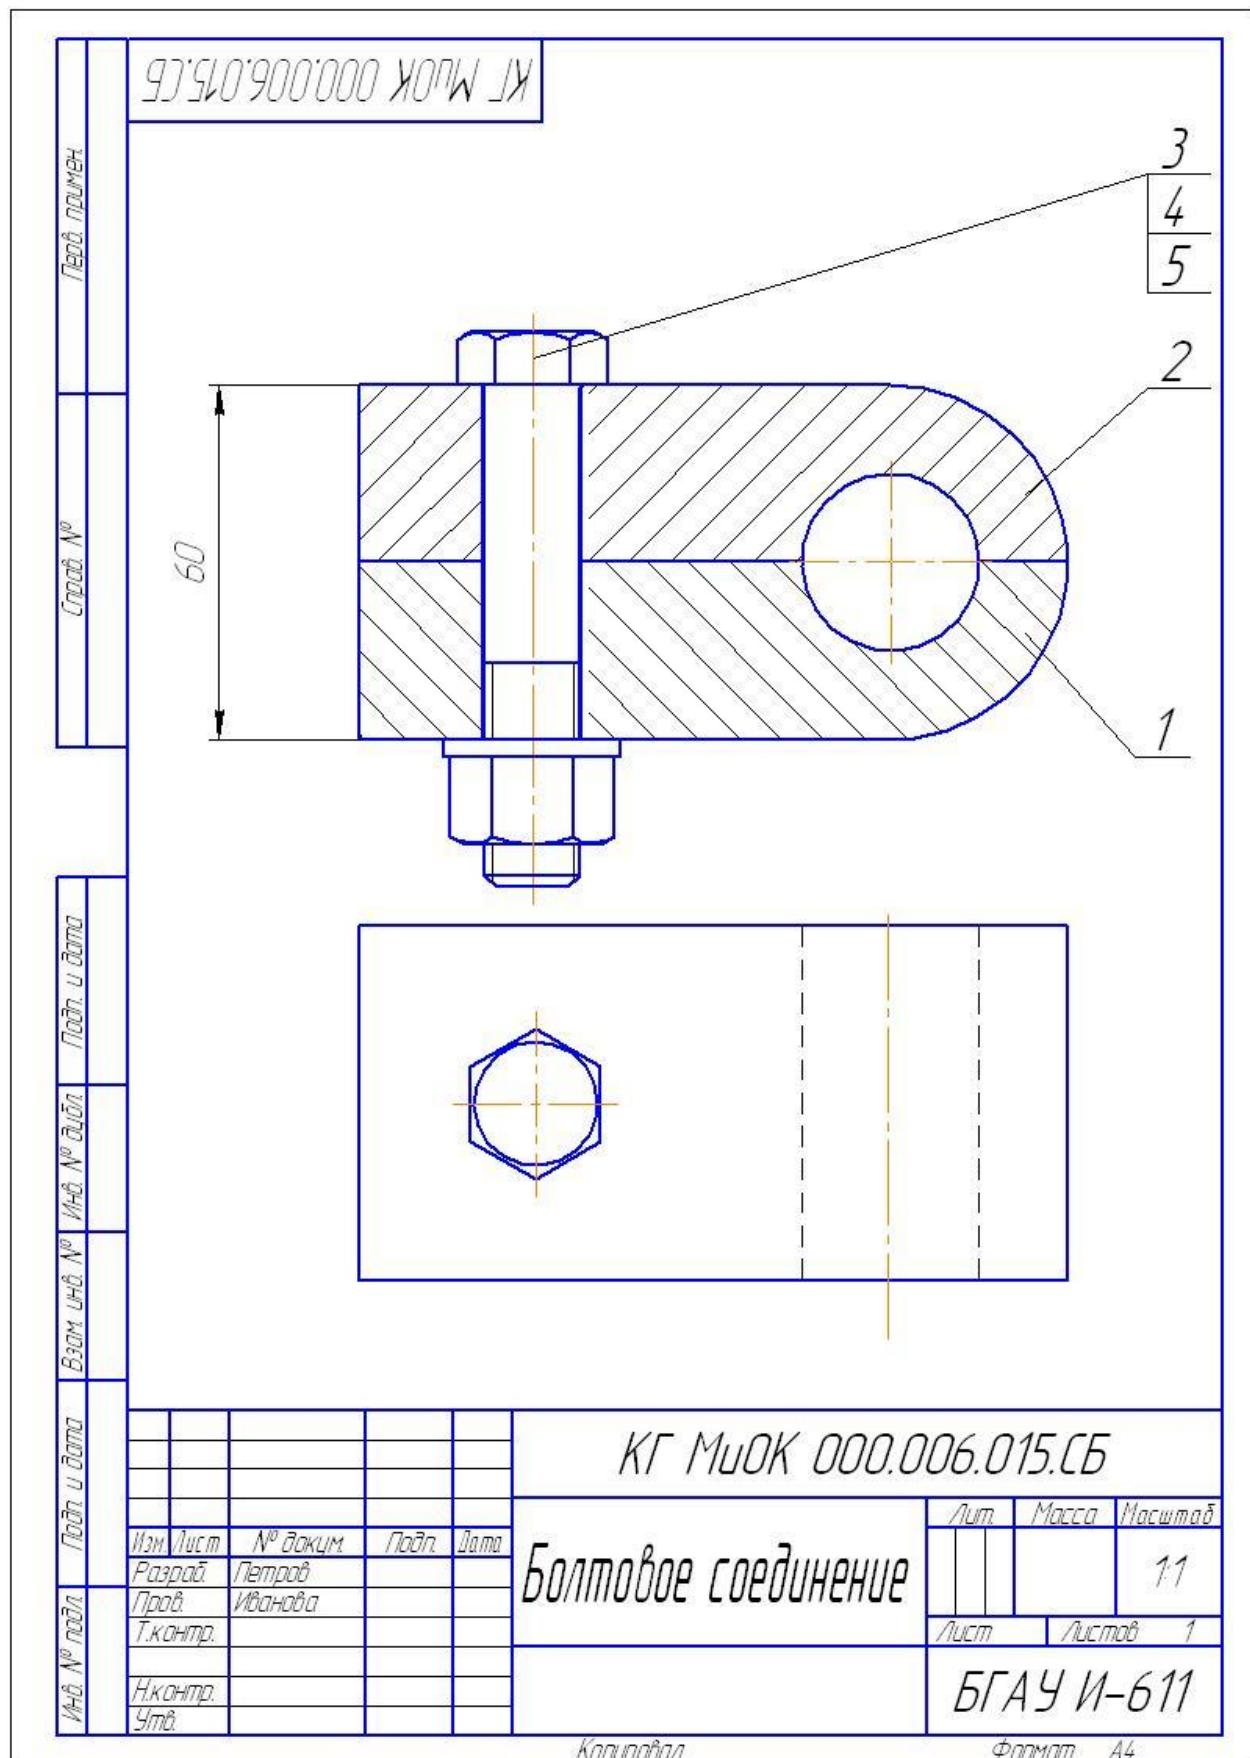

Рисунок 7.
17. Сохранить чертеж (рисунок 7).